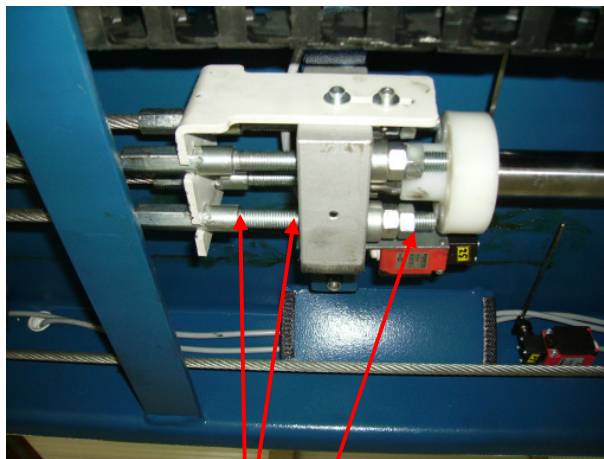

Bild1
1. Bei der Seilmontage ist darauf zu achten, dass die Gewinde der Seilterminals nicht mehr als 40mm Abstand zwischen Seiladapterplatte und dem Ende der Gewinde aufweisen (siehe Bild1).
2. Seilsicherungsblech auf die Seilterminals bis zum Anschlag schieben und festschrauben (Position laut Bild1). Zweite Schraube M5x20 DIN912 mit Scheibe M5 DIN125A in den Schlitz der Seilsicherung stecken und mit Mutter DIN985 festschrauben (dient als zusätzliche Sicherung).